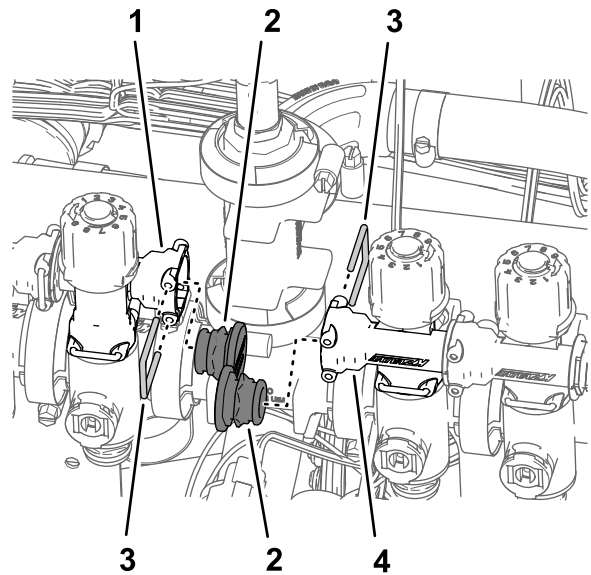

Figure 98
- Retirez les étriers qui fixent les obturateurs sur les raccords rapides femelles des vannes de buse 5 et 6, et déposez les obturateurs (Figure 98).